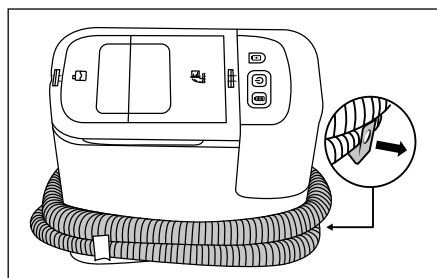

Fig. 4
- ◆ Estrarre il reggitubo **15** dall'apparecchio. Avvolgere il flessibile di spruzzo/aspirazione **19** intorno all'apparecchio utilizzando i reggitubo **15/16** (vedere fig. 4).